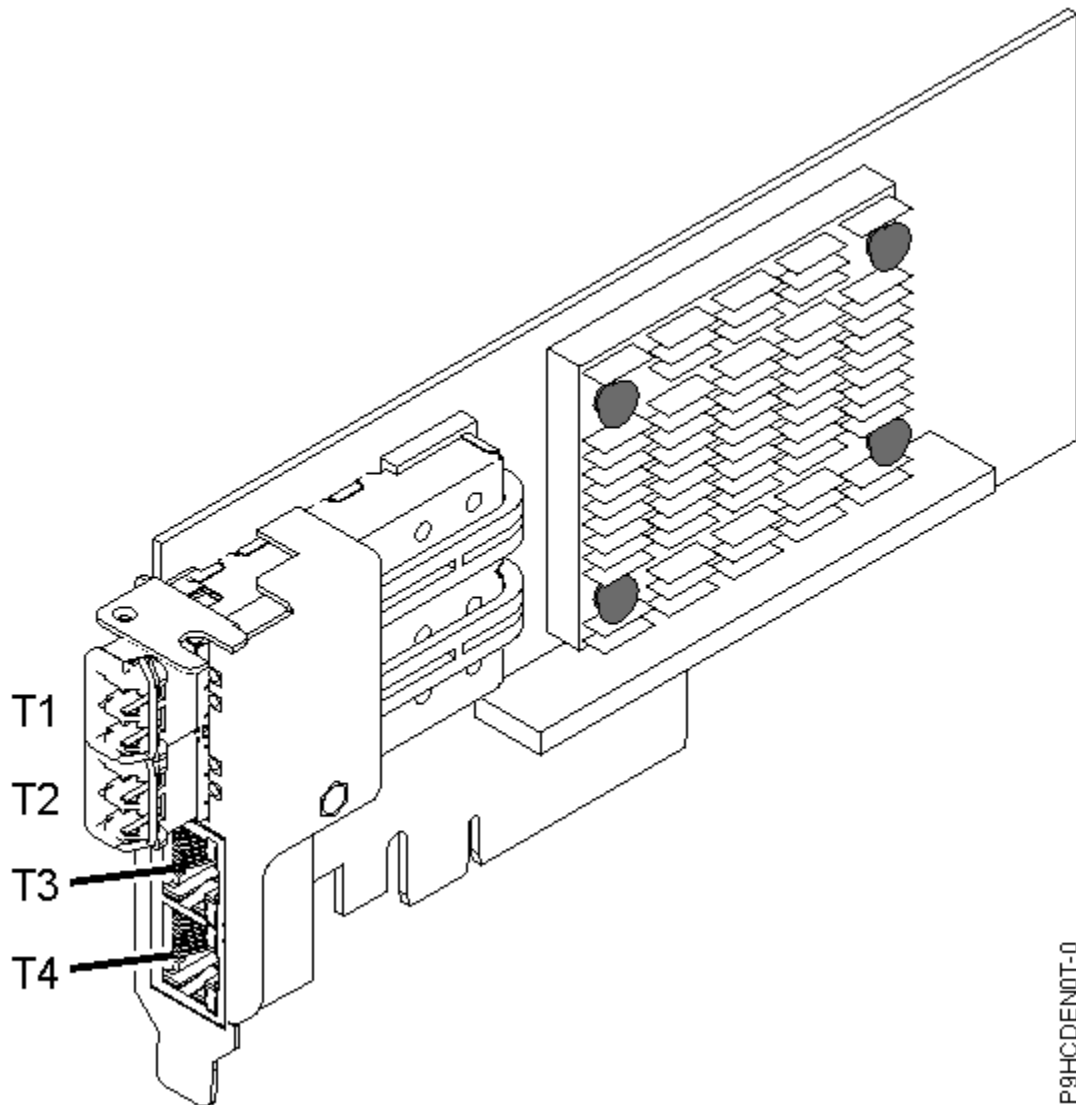

Figura 29. Adaptador PCIe3 LP de 4 puertos (10Gb+1GbE) SR+RJ45
El adaptador de cuatro puertos proporciona dos puertos de transmisor/receptor con óptica SR conectables de pequeño tamaño (SFP+) de 10 Gb y dos puertos Ethernet RJ45 de 1 Gb. Los dos puertos SR de 10 Gb tienen conectores de tipo dúplex de pequeño conector (LC). El transmisor/receptor óptico utiliza óptica láser de onda corta y está conectado con cables de fibra MMF-850nm con conectores LC. Consulte “Cables” en la página 60 para obtener más información sobre los cables ópticos. Cada puerto de 10 Gb proporciona conectividad Ethernet con una velocidad de datos nominal de 10 Gbps (gigabits por segundo). La Figura 29 en la página 59 muestra el adaptador FC ENOT.